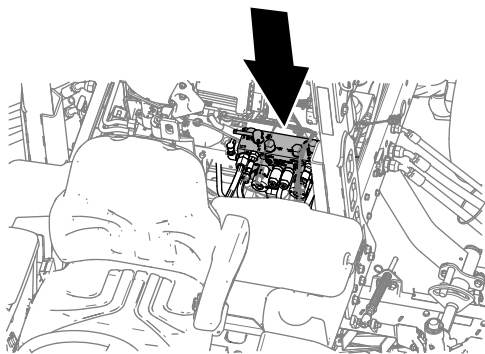

Figure 120
- Tournez les leviers de rodage avant, arrière ou les deux à la position R (rodage) (Figure 120).